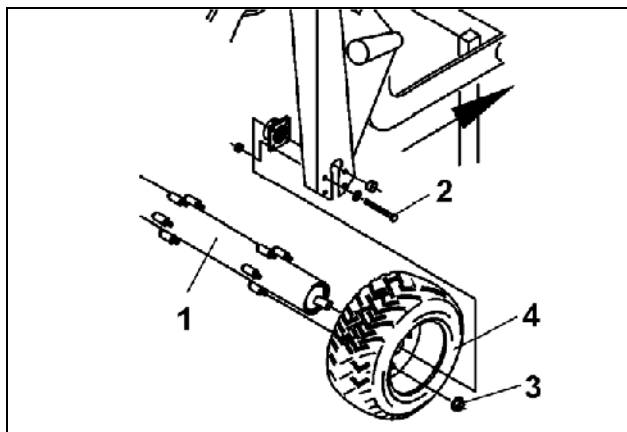

Fig. 122
- Jordpakkeren sikres med kiler, hvorefter jordpakkeren (Fig. 122/1) afmonteres. Hertil fjernes boltene (Fig. 122/2) i begge sider.
- **Stålmøtrikkerne** (Fig. 122/3) fjernes og dækket (Fig. 122/4) kan fjernes fra jordpakkeren.